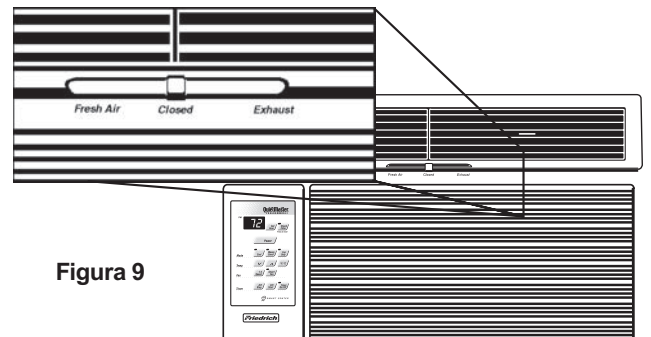

Figura 9
- 3 **FAN ONLY** - Pulse el botón **Fan Only** si sólo quiere que funcione el ventilador. Puede utilizar esta función en combinación con FRESH AIR / EXHAUST para que entre aire de fuera o para sacar el aire estancado de la habitación. (Para más información consulte la figura 9 de la página 25).
Puede utilizar **Fan Only** con EXHAUST para que entre AIRE FRESCO de fuera o para sacar el aire estancado de la habitación. Esto es muy útil en primavera y en otoño cuando no es necesario enfriar la habitación. Los mandos FRESH AIR y EXHAUST están en la parte superior por donde sale el aire. La posición central es normal o cerrada, que hace recircule el aire para lograr el máximo rendimiento en el modo aire frío (véase la figura 9).
Los mandos **Fresh Air** y **Exhaust** están en la parte superior por donde sale el aire (véase la figura 9 de la página 25). La posición central es normal o cerrada, que hace recircule el aire para lograr el máximo rendimiento en el modo de aire frío.
La unidad de aire acondicionado puede hacer que entre aire fresco en la habitación o sacar el aire estancado de la habitación. El interruptor de control está en la parte superior de la unidad (véase la figura 9).